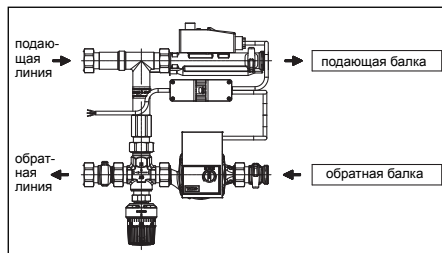

Рис. 6.2 Направление потоков
- Обратная линия блока всегда снизу. Это необходимо учитывать при подключении к балкам распределительной гребенки (см. рис. 6.2)!